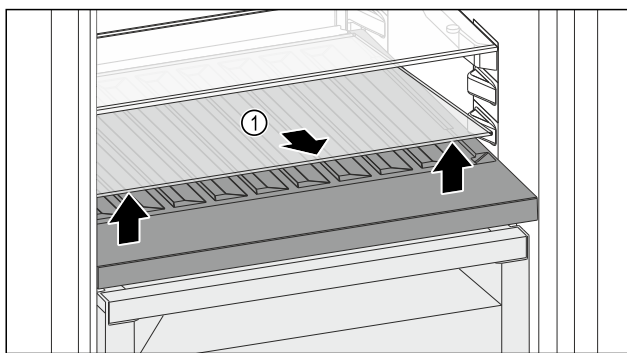

Fig. 123
- Tõstke klaasplaat Fig. 123 (1) ees väljalõikest üles ja võtke välja.
- Säilitage klaasplaati Fig. 123 (1) turvaliselt väljaspool seadet.